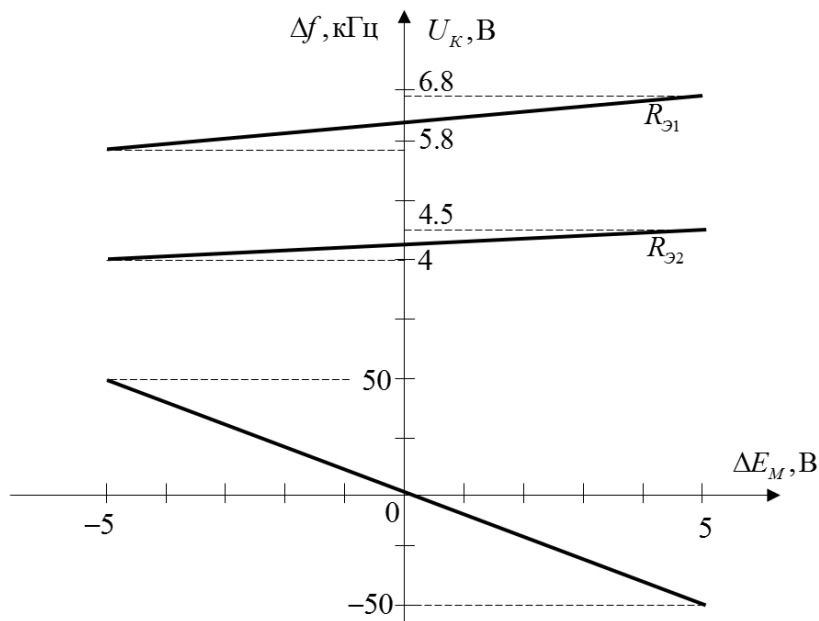

Рис.2.12. Иллюстрация к задаче 2.50
**2.48.** По СМХ  $\Delta f, U_k(\Delta E_m)$ , приведенным на рис.2.12, изобразить временные зависимости  $\Delta f, U_k(\Omega t)$  для  $U_\Omega = 5 \cos \Omega t$ . Какое из сопротивлений автосмещения  $R_9$  больше, если
**2.49.** Каким следует выбрать  $U_\Omega$ , чтобы для каждого  $R_3$  на рис.2.12 реализовать  $m = 2\%$ ? Определить  $|\Delta f_m|_{\max}$  для каждого из  $R_3$  при этом  $m$ .
**2.50.** АГ по схеме рис.2.5 работает в НР:  $C'_3 = \infty$ ;  $C''_3 = 0$ . Влиянием какого сопротивления  $r$  или  $R$  в эквивалентной схеме рис.2.2, а объясняется зависимость  $U_k(\Delta E_m)$  на рис.2.12?